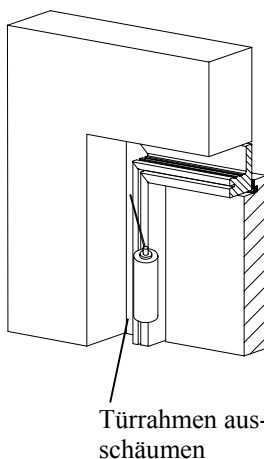

Bild 1.8 Rahmen ausschäumen
- 1.11** Vor dem Ausschäumen sollten alle zuvor genannten Punkte an der Isoliertür nochmals überprüft werden. Jetzt kann der ausgerichtete Rahmen stabilisiert werden durch den PU- Schaum. **Bild 1.8**